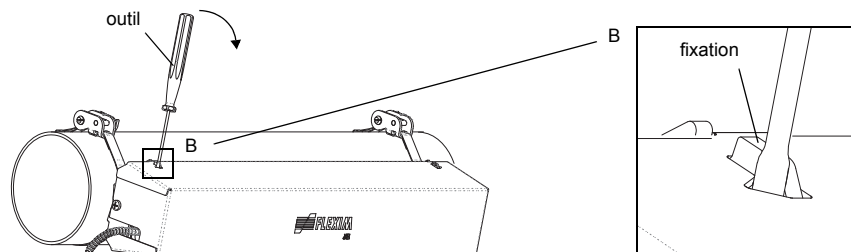

Fig. 9.48: Retrait du cache
- Engagez l'outil dans l'une des quatre ouvertures du cache (voir Fig. 9.48).